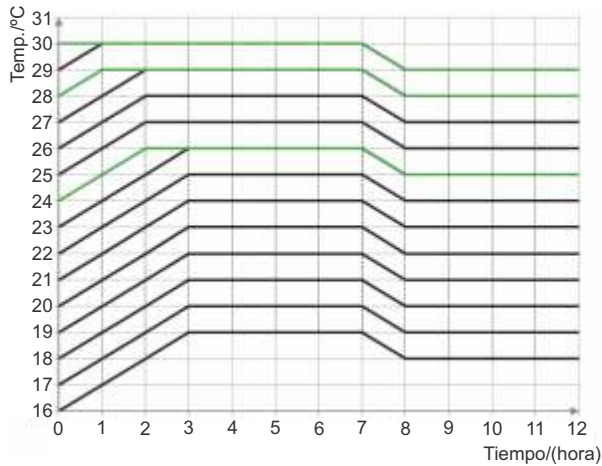

Fig.14 Curva Sleep bajo modo frío
4. Bajo el modo Frío, si está activada la función "Sleep" el rango de ajustes de la temperatura pueden ser 16~23°C, 24~27°C, 28~29°C o 30°C. Cada uno de ellos tiene una curva diferente como se muestra en la Fig.14.